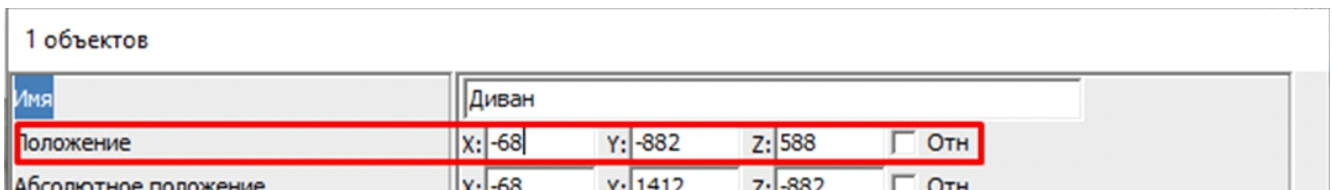

рис. 47
- ввод координат в поля «Положение» (рис. 47);